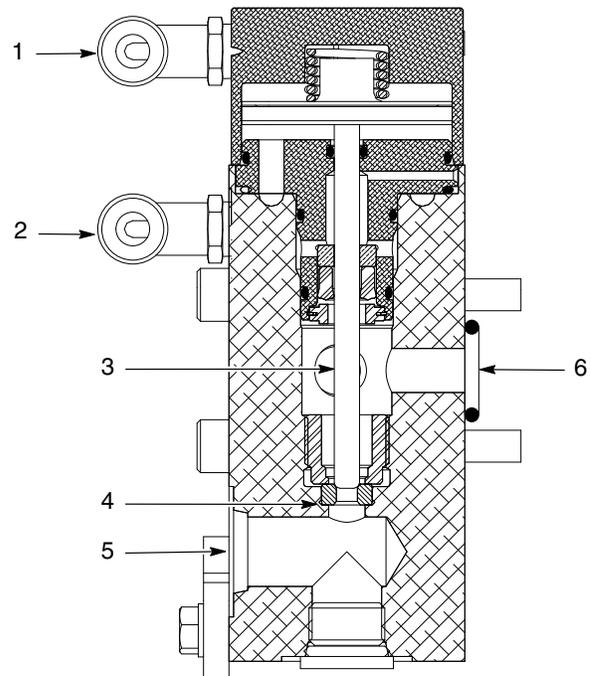

Figure 2 Vanne d'entrée série S, vue en coupe.
Voir la figure 2. Lorsque de l'air est appliqué à l'entrée d'air d'ouverture de la vanne (2), le piston est poussé vers le haut et tire ainsi la tige de piston (3) pour l'éloigner du siège (4). La matière s'écoule dans l'entrée matière (5) et sort par la sortie matière (6).